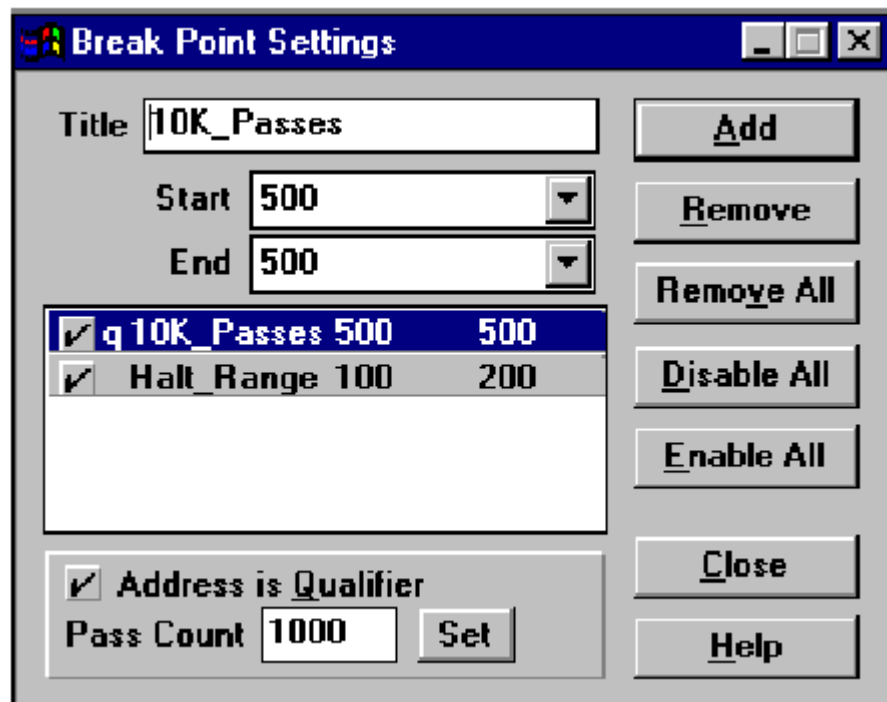

图 6-5: 断点设置会话窗口 - Pass Counter
**例 6-1:** 本范例显示了在相同的代码（图 6-5）里设置的断点和“通过计数器”pass counter 地址。记住：断点和“通过计数器”pass counter 地址之间是相互独立的。